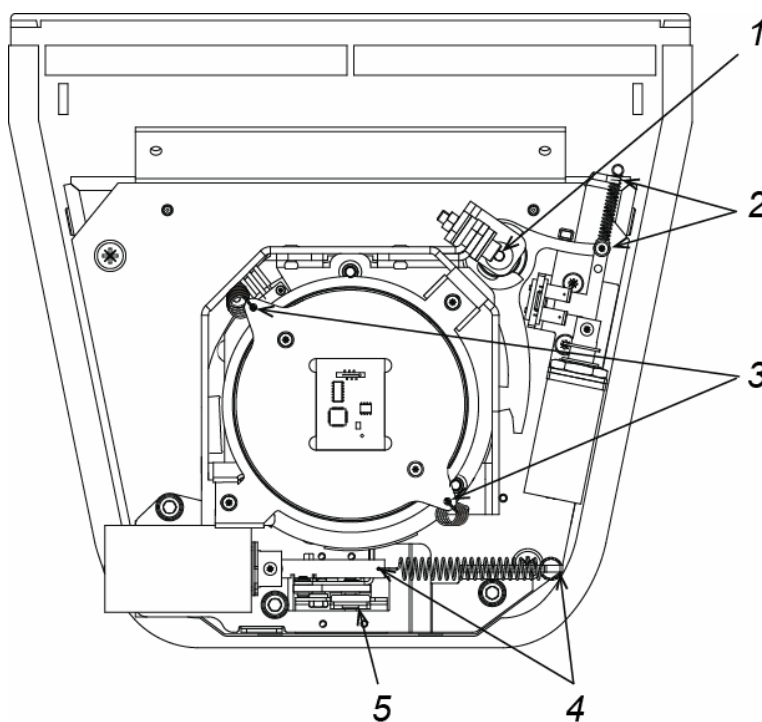

Рисунок 19. Техническое обслуживание механизма турникета
3. Проверьте надежность крепления преграждающих планок (3) к маховику и при необходимости подтяните установочные винты крепления преграждающих планок.
5. Снимите крышку турникета (1) с блоком индикации (2) согласно разд. 6.
- ось вращения рычага стопора (точка **1** на рис. 19) – смазкой **Chain and Rope Lube Spray – WEICON** или другой с аналогичными свойствами;
- места крепления пружин (точки **2, 3, 4** на рис. 19) – молибденовой смазкой;
- детали механизма аварийного открытия прохода (автоматического опускания преграждающей планки «Антипаника», точка **5** на рис.19) – смазкой **Chain and Rope Lube Spray - WEICON** или другой с аналогичными свойствами.
8. Проверьте надежность крепления кабелей в клеммных колодках платы интерфейса (10) и платы управления (9). При необходимости подтяните отверткой винты крепления кабелей.
10. Вставьте нижнюю часть зацепов крышки турникета в пазы корпуса (6) и опустите на половину высоты. Подключите кабель индикации (8) к блоку индикации крышки турникета и к разъему **X8 (INDICATION)** платы интерфейса и опустите крышку до упора. При опускании крышки проследите, чтобы кабель индикации (8) складывался вперед и не защемлялся элементами конструкции. Зафиксируйте крышку винтами в нижней части корпуса.
11. Установите маховик (4) с преграждающими планками (3) в следующем порядке:
- Зафиксируйте маховик тремя болтами (5), установив под головку каждого болта пружинную шайбу. Затяжка болтов должна обеспечивать надежную фиксацию маховика относительно вала механизма турникета (без люфта и перекосов).
12. Проверьте работу механизма аварийного открытия прохода (автоматического опускания преграждающей планки «Антипаника») подачей и снятием напряжения питания на турникет, и при необходимости смажьте шарнирные узлы соединений в каждой позиции маховика (4).